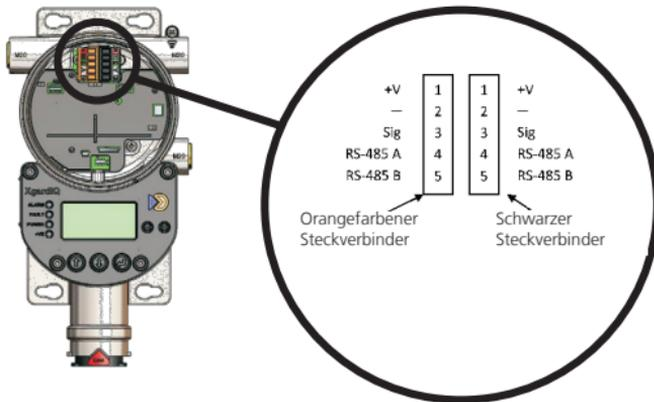

Abbildung 14: Funktionen der Feldkabelsteckverbinder
Zwei entfernbare 5-Wege-Feldkabelsteckverbinder sind vorgesehen und ermöglichen „Schleifen“ von Anschlüssen zu einem nebenliegenden Gasdetektor. Steckverbinder-/Klemmenfunktionen werden in Abbildung 14 gezeigt. Die Steckverbinder und Buchsen sind farbig gekennzeichnet, um ihre richtige Lage zu identifizieren.
2. Sicherstellen, dass alle elektrischen Verbindungen richtig gemäß Abbildung 14 hergestellt worden sind.